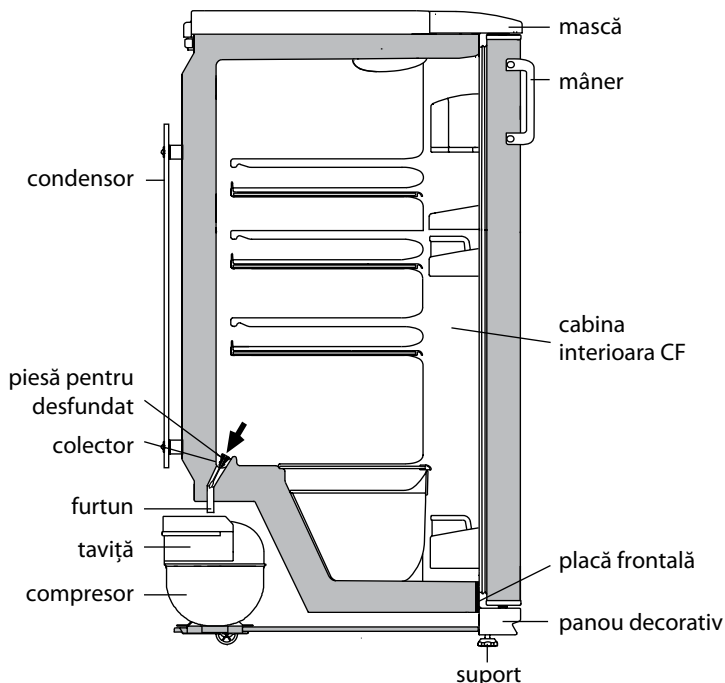

Figura 4 – Schema de scurgere a apei topite CF
2.2.1 În CF este utilizat un sistem automat de decongelare. Bruma, care apare pe peretele din spate a CF, după oprirea compresorului, lucrează ciclic, se topește și se transformă în picături de apă. Picăturile de apă topită se scurg în tava, prin gaură – în conducta de ramificație și intră în vasul compresorului în conformitate cu figura 4 și se evaporă. În tava este instalată o perie, concepută pentru a elimina colmatarea sistemului de scurgere.
2.2.2 Este necesar în mod regulat (cel puțin o dată în 3 luni) să fie verificată curățenia tavii și să se verifice absența apei în tava. Prezența apei în tava indică infundarea sistemului de drenaj. Pentru a elimina blocajul, curățați gaura din tava cu o perie, astfel ca apa fără obstacole să scurgă în vas, spălați peria și instalați-o în conformitate cu figura 4.
SE INTERZICE utilitatea frigiderului cu un sistem de drenare infundat. Apa, care a aparut in partea de jos a CF sau ce a aparut in locul de contact cu placa frontala a cabinei interioare a CF, in conformitate cu figura 4 poate cauza corodarea cabinei exterioare a frigiderului, poate afecta izolatia termica, poate duce la formarea fisurilor cabinei interioare a frigiderului si defectarea frigiderului.